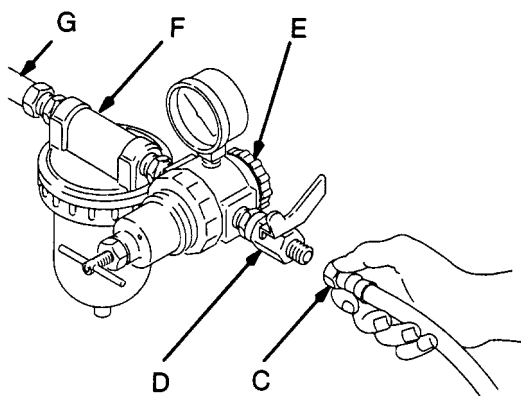

Fig. 2
- Monter un régulateur de pression d'air (G) sur la ligne d'air du pistolet pour contrôler la pression d'air au pistolet. Voir la Fig. 2.
- Si la source d'air régulé n'est pas équipée d'un filtre, monter un filtre à air (H) sur la ligne d'air pour permettre d'alimenter le pistolet en air sec et propre. Voir la Fig. 2.
- B. Raccorder l'autre extrémité du flexible d'air (C) à la ligne d'alimentation en air régulé (G). Voir la Fig. 2.
REMARQUE: Sur la Fig. 2 sont illustrés le filtre (F), le régulateur d'air (E) et le robinet d'arrêt d'air (D) montés sur la ligne d'alimentation en air.